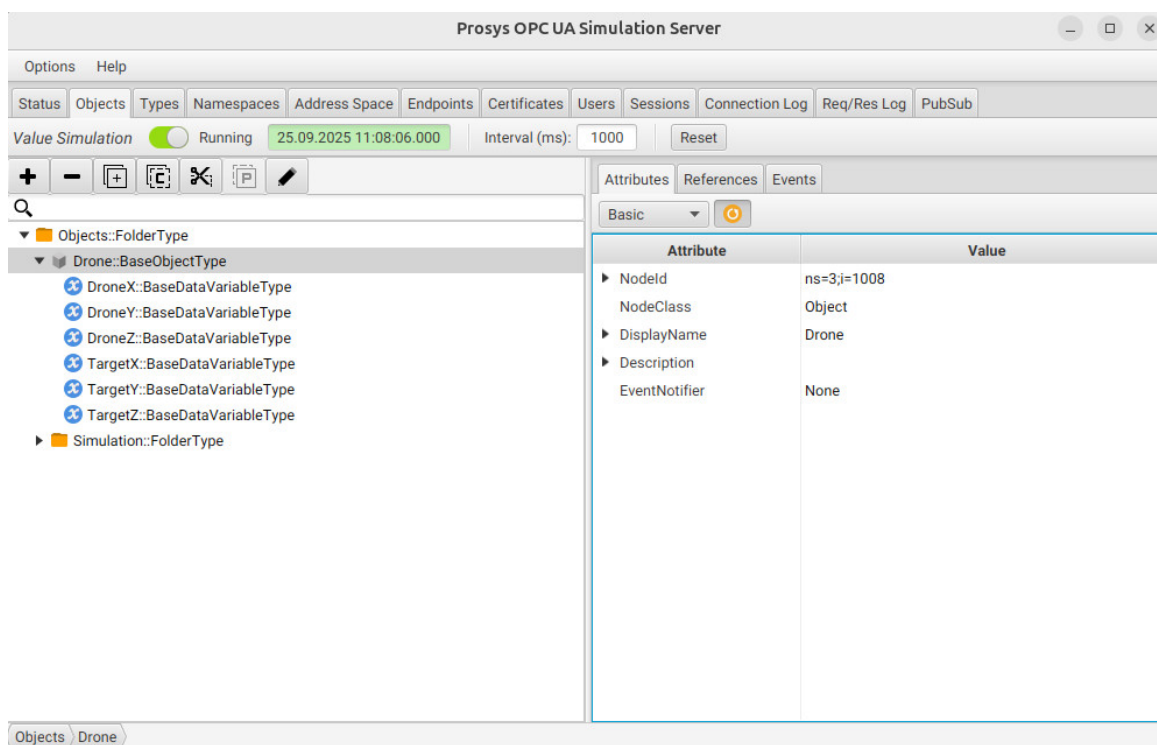

Figura 3: Configuração do Prosys OPC UA Simulation Server.
- Verifique se sua configuração é semelhante à figura 3.